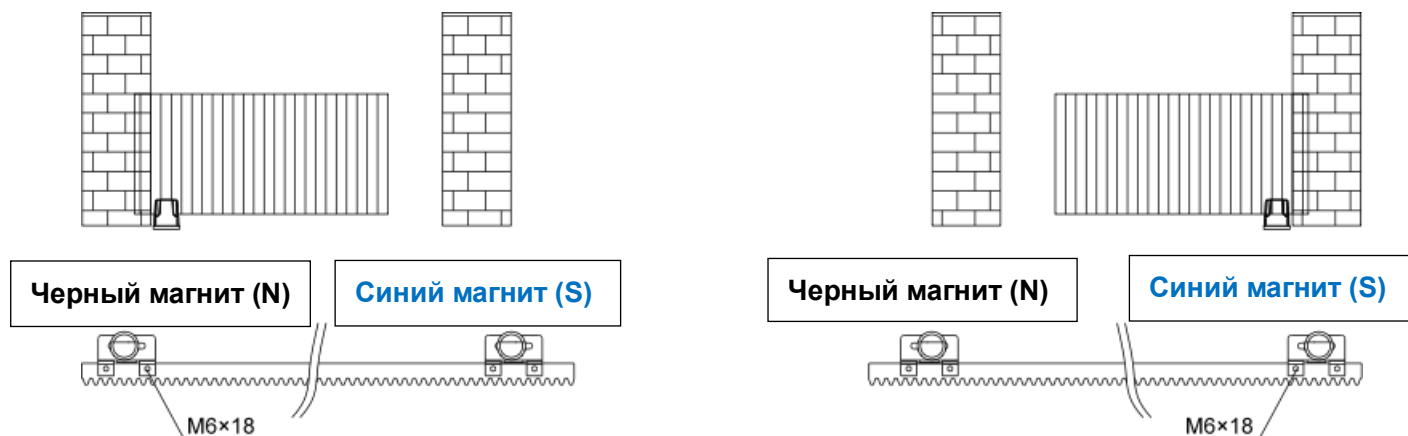

Рисунок 12
В комплект привода для откатных ворот входят два ограничителя хода с магнитными концевыми выключателями разной полярности: черный (N) и синий (S). Перед установкой магнитного кронштейна закрепите магнит на кронштейне, а затем установите магнитный кронштейн в нужное положение на зубчатой рейке (см. рис. 12).